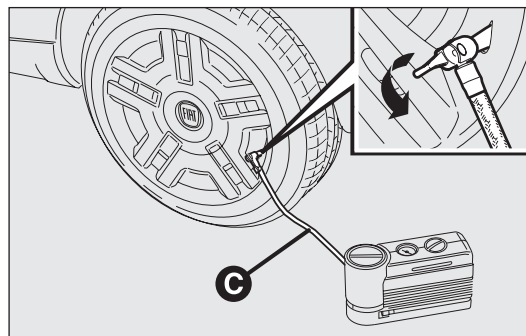

рис. 175
- Отвинтите колпачок вентиля шины, выньте трубку С – рис. 175 с быстросрабатывающим краном и соедините его прямо с вентилем накачиваемой шины.